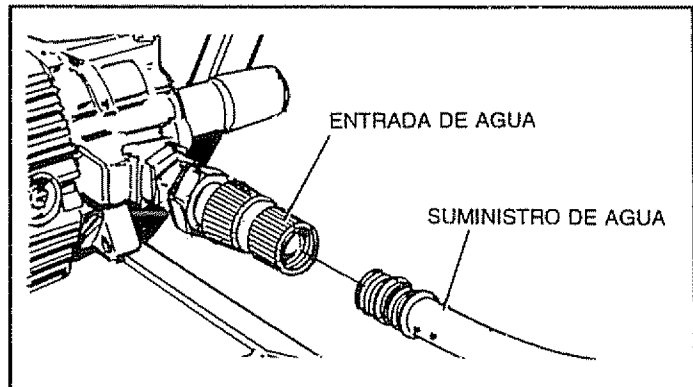

FIG. 15
- Conecte el suministro de agua (Fig. 15).